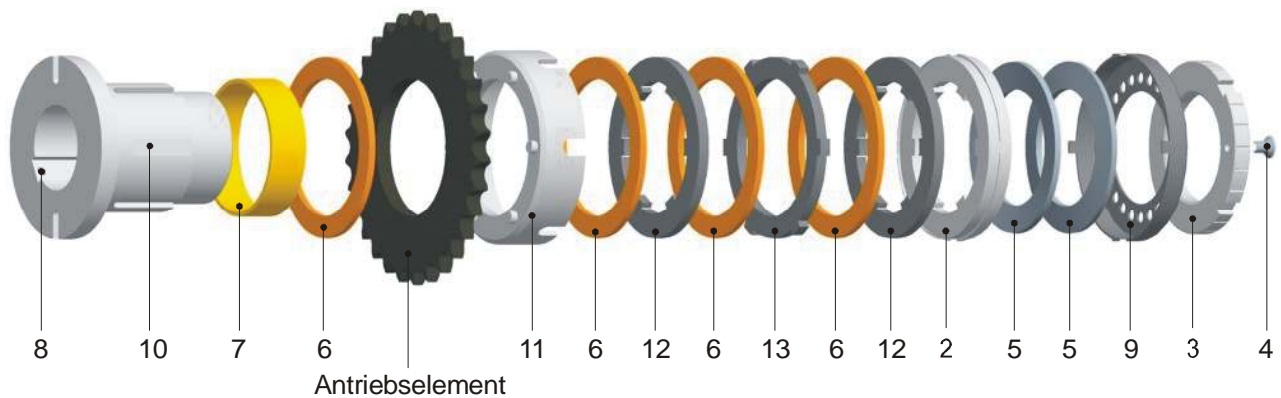
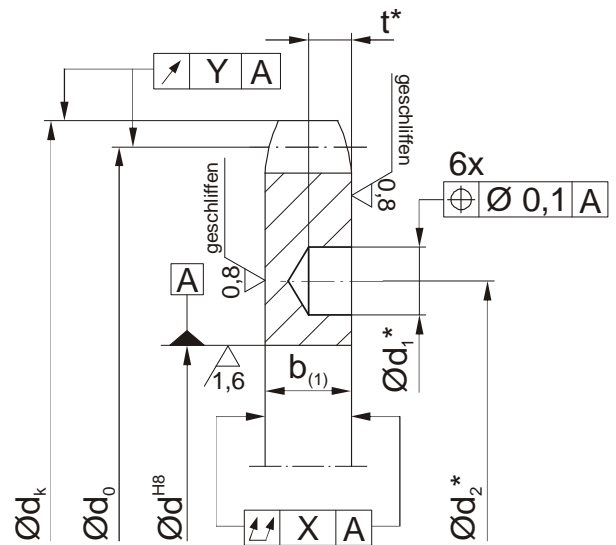

Bild 2
Bild 4 (* => nur bei Type 1010._1000)
Type 1010. (Bild 2)
Das optimierte Leistungsvermögen dieser Kupplungstypen wird durch ein zweites Paar Reibbeläge erreicht. Für die Drehmomentübertragung auf das Antriebsselement sind dafür sechs Noppen im Übertragungsflansch (11) vorgesehen, die formschlüssig in sechs Bohrungen des Antriebsselements greifen. Die Montagefolge der Bauteile entspricht der bildlichen Anordnung der Teile von links nach rechts (Bild 2). Die Anordnung der sechs Bohrungen ist in Bild 4 ersichtlich.
Alle Antriebselemente müssen in Stahl ausgeführt werden und die Voraussetzungen, wie in Bild 4 und Tabelle 3 dargestellt, erfüllen.